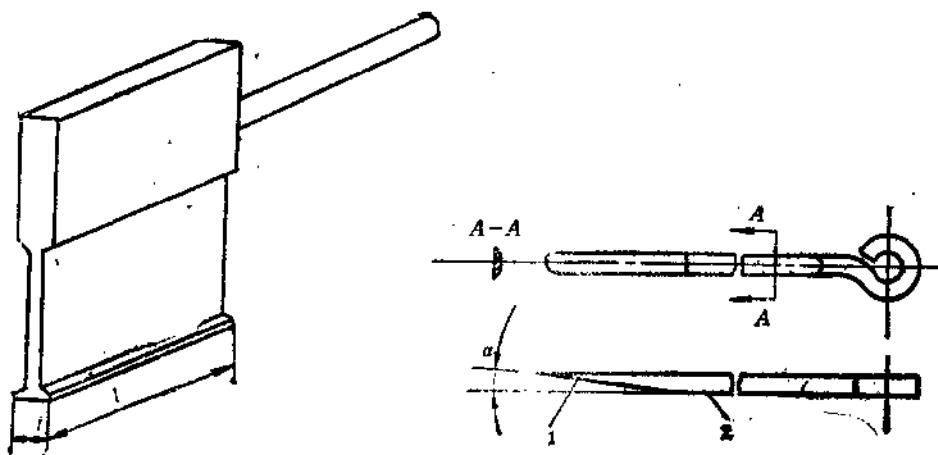

图1-8 压线板
2. 压线板 压线板也是小型电机嵌线时使用的辅助工具，用它来压紧槽内导线，以便槽绝缘封口和嵌入槽楔。其形状如图1-8所示。